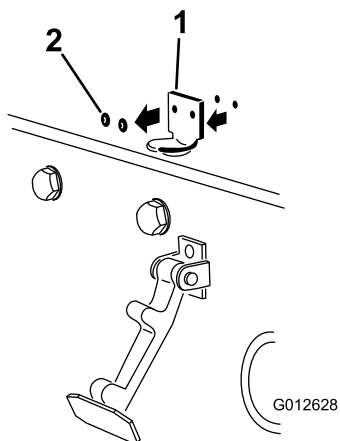

**Рисунок 5**
2. Удалите две заклепки, крепящие кронштейн защелки капота к капоту (Рисунок 5).
**Примечание:** Стопорный кронштейн должен быть прижат к капоту (Рисунок 5). Не снимайте болт с гайкой в сборе с рычага стопорного кронштейна.